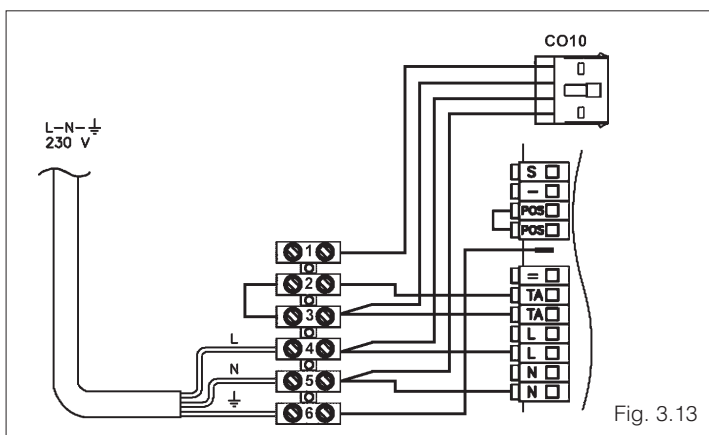

Fig. 3.13
- Collegamento dell'alimentazione elettrica (fig. 3.13)
- inserire il programmatore orario nell'apposita sede del quadro comandi e fissarlo avvitando le viti (C) (fig. 3.13)